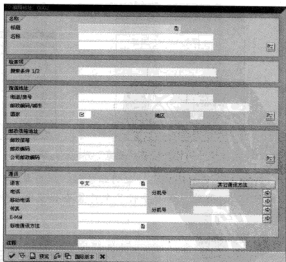

图 8-21 填写销售办公室地址信息
STEP 2 在此界面中,可以单击“新条目”按钮新增销售办公室,在新增的过程中,系统会弹出地址对话框供填写该办公室的详细信息,如图 8-21 所示。同时,也可以选中某个销售办公室,然后进行修改、删除、复制等操作。